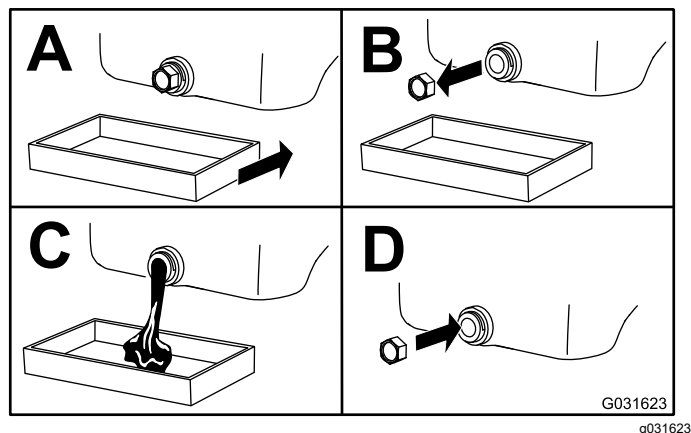

Figura 50
3. Schimbați uleiul de motor conform indicațiilor din Figura 50.